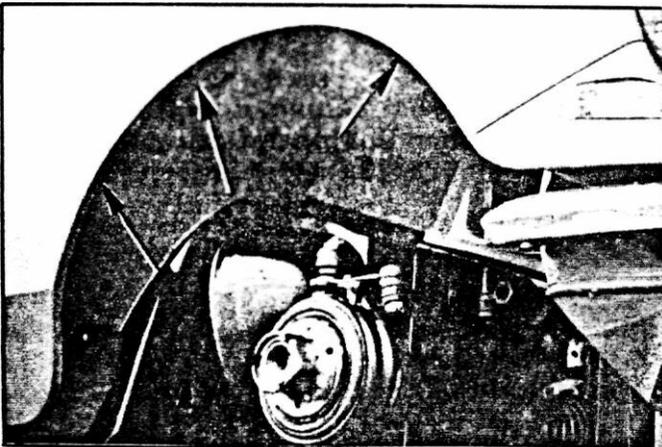

Abb. 26
- 3) Kotflügel vorn (Abb. 26) Radkästen ganz behandeln. Mit Pinsel Ränder und besonders hängende Seiten der Kotflügel streichen.